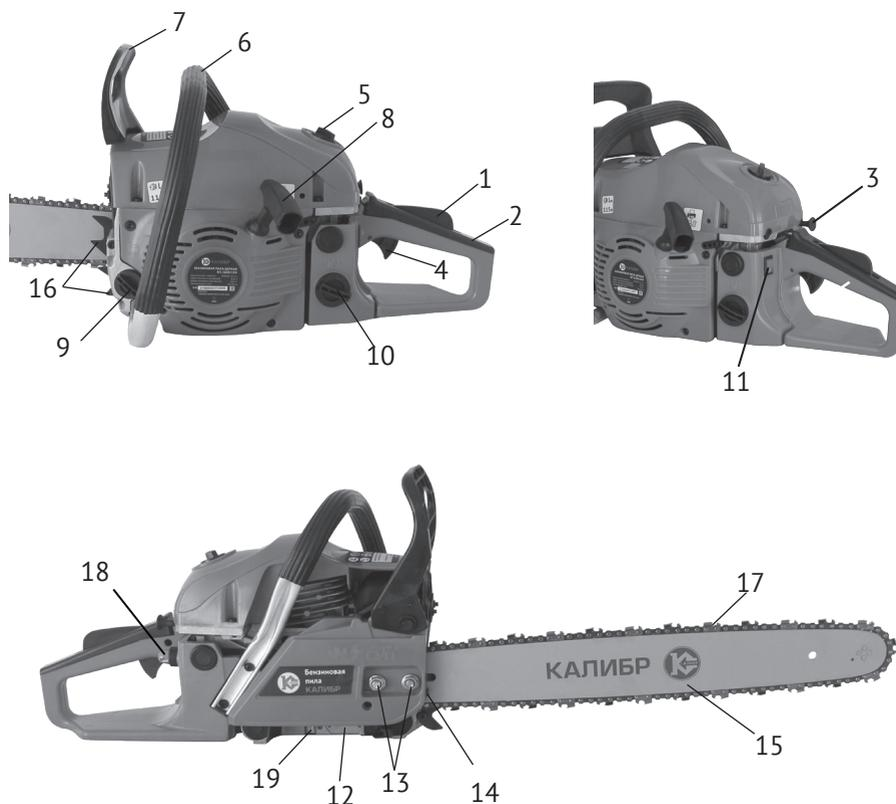

рис.1
Бензопила – инструмент, использующий в качестве привода одноцилиндровый двухтактный бензиновый двигатель внутреннего сгорания. Рабочим органом пилы является пильный аппарат, состоящий из бесконечной (замкнутой) пильной цепи (рис.1 поз.17), движущийся по шине (рис.1 поз.15).
тановым числом не менее 92 и специального масла для 2-тактных двигателей. Он оснащён диафрагменным карбюратором и электронной системой зажигания. Для запуска двигателя служит ручной стартер (рис.1 поз.8) и ручной насос (праймер, рис.1 поз.18) для предварительной подкачки топлива в карбюратор.
Ведущая звёздочка приводится в движение автоматической муфтой сцепления. На холостых оборотах зацепление не происходит, и пильная цепь не движется. Увеличиваем обороты двигателя до рабочих нажатием на рычаг управления дросселем (рис.1 поз.4). При этом колодки муфты сцепления расходятся и входят в зацепление с барабаном. Вращение начинает передаваться на приводную звёздочку пильной цепи. После отключения рычага управления дросселем, обороты двигателя снижаются до холостого хода (около 3000 ±150 об/мин), цепь автоматически останавливается. Остановка цепи также осуществляется механическим тормозом двойного действия: вручную, нажав левой рукой на щиток тормоза (рис.1 поз.7) от себя, или при срабатывании автоматического инерционного привода (при отскоке, защемлении цепи).
Две рукоятки пилы – передняя (рис.1 поз.6) и задняя (рис.1 поз.2) оснащены устройством виброгашения.
2.4 Общий вид бензопилы представлен на рис.1
2.5.1 Установка зубчатого упора (рис.1 поз.16)
Перед монтажом зубчатого упора убедитесь, что переключатель зажигания (рис.1 поз.11) находится в положении «0» - выключено.
- открутите с помощью комбинированного ключа гайки (рис.1 поз.13) крепления шины и снимите тормоз цепи в сборе;
- установите зубчатый упор (рис.1 поз.16) (зубьями вверх) и зафиксируйте двумя винтами (см.рис.).
- Ослабьте с помощью комбинированного ключа и снимите с пилы гайки (рис.1 поз.13)
- При снятом тормозе цепи, установите шину (рис.1 поз.15) на крепёжные шпильки в крайнее заднее положение.
- Пильную цепь (рис.1 поз.17) наденьте на ведущую звёздочку, расположенную за барабаном сцепления. Уложите верхнюю часть цепи в паз шины, пропустите цепь между зубцами ведомой звёздочки на переднем конце шины. Потяните шину вперёд так, чтобы нижняя часть цепи «села» в паз шины. Проверьте, чтобы направление зуба цепи совпадало с направлением, указанным на корпусе. Убедитесь, что тормоз цепи находится в выключенном положении.
- Удерживая шину с цепью, установите тормоз цепи на крепёжные шпильки, так чтобы сухарь винта натяжителя цепи (рис.1 поз.14) попал в регулировочное отверстие хвостовика шины.
- Затяните гайками (рис.1 поз.13) шину и тормоз цепи вручную.
Внимание! Перед регулировкой натяжения цепи убедитесь, что гайки крепления шины (рис.1 поз.13) немного ослаблены.
Регулировка натяжения цепи производится винтом (рис.1 поз.14) при ослабленных гайках крепления шины:
- открутите пробку масляного бака (рис.1 поз.9);
Расход масла для смазки цепи регулируется винтом (рис.1 поз.19). При повороте винта по часовой стрелке расход масла уменьшается, при повороте против часовой стрелки – увеличивается (символы MAX и MIN на корпусе).
- установите переключатель зажигания (рис.1 поз.11) в положение «I» - включено;
- несколько раз медленно нажмите на колпачок праймера (рис.1 поз.18) для подкачки топлива, пока смесь не заполнит резиновый колпачок кнопки;
- вытяните до упора кнопку воздушной заслонки (рис.1 поз.3) из корпуса бензопилы;
- нажмите последовательно рычаг безопасности (рис.1 поз.1) и рычаг управления дросселем (рис.1 поз.4);
- правой рукой за рукоятку стартера (рис.1 поз.8) сделайте несколько коротких рывков шнура стартера до первых признаков запуска двигателя (схватывание);
- при необходимости, несколько раз медленно нажмите на колпачок праймера (рис.1 поз.18) для подкачки топлива, пока смесь не заполнит резиновый колпачок кнопки;
- вытяните до упора кнопку воздушной заслонки (рис.1 поз.3) из корпуса бензопилы, затем задвиньте полностью обратно (заслонка заняла пусковое положение);
- выкрутить свечу зажигания, которая находится под крышкой (рис.1 поз.5) воздушного фильтра;